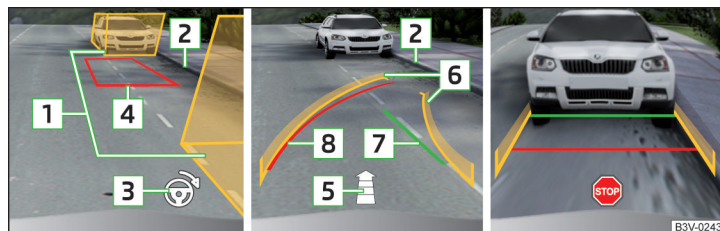

Fig. 284 Visualización de la pantalla
- Detener el vehículo de la manera, que no exista ningún obstáculo en el hueco entre las cajas de ayuda **1** » fig. 284, y la caja de atrás sobre la limitación lateral de la plaza de aparcamiento (p.ej. bordillo) **2**.